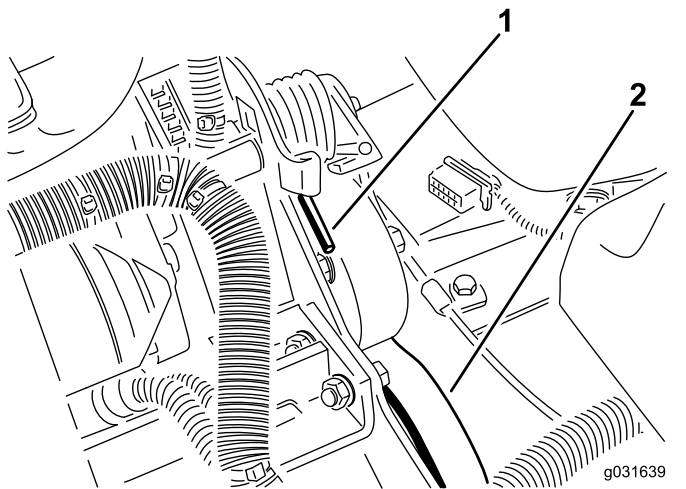

Figure 57
2. Appuyez sur l'extrémité du ressort et poussez-la vers l'avant pour décrocher le ressort du support et le détendre (Figure 57).